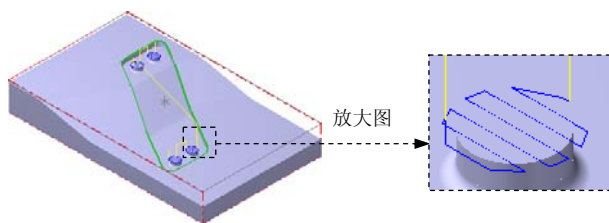
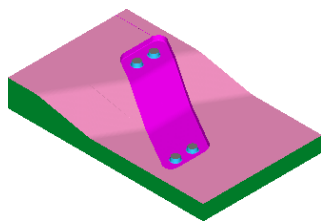

图 14.39 刀具路径
图 14.40 仿真结果图
(1) 在“曲面精加工浅平面”对话框中单击 **浅平面精加工参数** 选项卡，在 **浅平面精加工参数** 选项卡的 **大切屑间距 (M)** 文本框中输入值 4.0；在 **切削方式** 下拉列表中选择 **双向** 选项。
(2) 单击 **间隙设置 (G)...** 按钮，在系统弹出的“刀具路径的间隙设置”对话框中选中 **✓ 切削顺序最佳化** 复选框；在 **切线的长度** 文本框中输入 5.0。
(3) 单击 **✓** 按钮，系统返回至“曲面精加工浅平面”对话框。
Step8. 单击“曲面精加工浅平面”对话框中的 **✓** 按钮，同时在图形区生成图 14.39 所示的刀具路径。
(1) 在 **刀具路径** 选项卡中单击 **✓** 按钮，然后单击 **验证** 按钮，系统弹出“验证”对话框。
(2) 在“验证”对话框中单击 **▶** 按钮。系统将开始进行实体切削仿真，结果如图 14.40 所示。单击 **✓** 按钮关闭“验证”对话框。